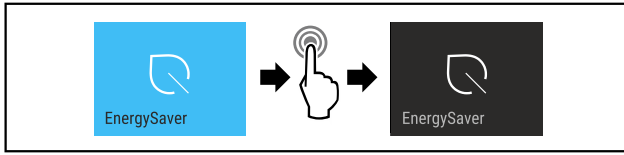

Fig. 15
- Proved'te akční kroky (viz Fig. 15).